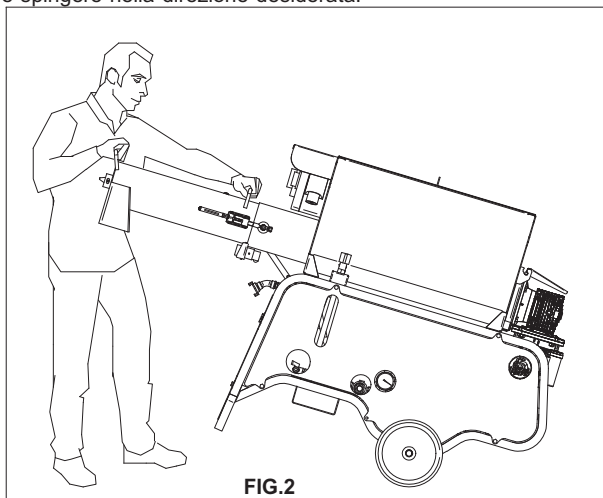
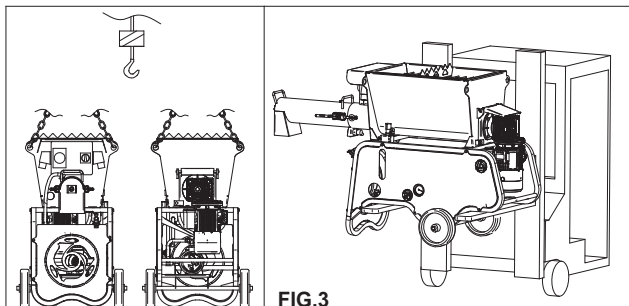

FIG.2
FIG.3
8. TRASPORTABILITA (vedi fig.2 e fig.3)
E' necessario che vi sia meno materiale possibile in tramoggia. Sollevare il mescolatore avvalendosi delle apposite maniglie (fig.2) e spingere nella direzione desiderata.
- ATTENZIONE! Per il sollevamento della macchina non utilizzare punti di aggancio diversi da quelli indicati in fig. 3
Per il sollevamento della macchina utilizzare i quattro anelli appositamente previsti (fig.3)